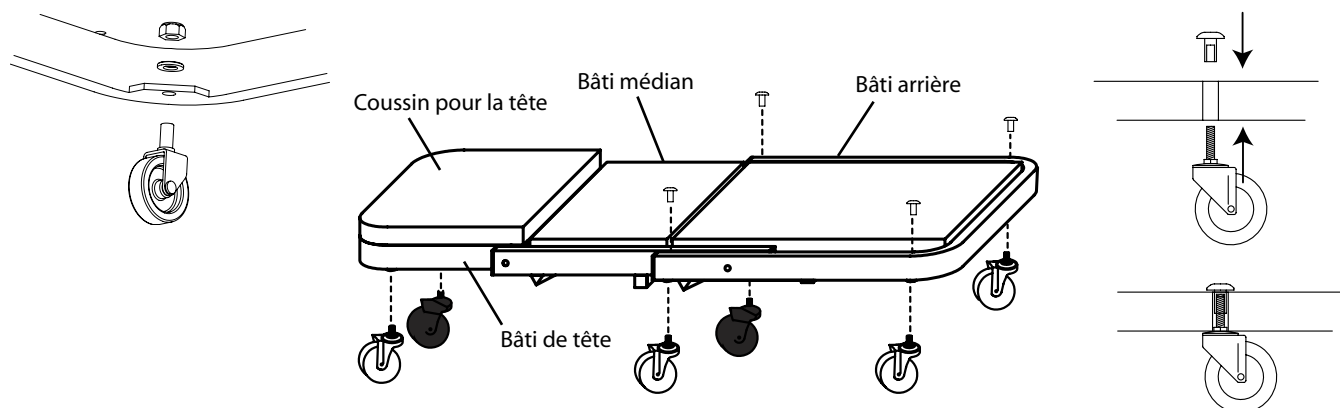

Figure 1 : Composants du modèle 91000
Avant d'assembler votre chariot de visite pliant, assurez-vous d'avoir toutes les pièces. Comparez les pièces que vous avez sous la main avec la liste du contenu de l'emballage et l'illustration de la figure 1. Si une pièce est endommagée ou manquante, n'assemblez pas, n'installez pas et n'utilisez pas le produit. Communiquez avec le service à la clientèle Omega pour obtenir des pièces de rechange.
INSTRUCTIONS D'ASSEMBLAGE (voir figure 1)
1. Dépliez soigneusement le chariot, comme illustré dans la figure 1.